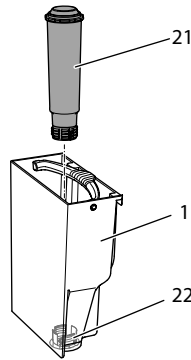

Fig. 15: Enroscar/denroscar el filtro de agua
- Retire el filtro de agua (véase Fig. 15 en la página 151).
9. Coloque un filtro nuevo dentro del depósito de agua (véase *Fig. 15*).
3. Retire el filtro de agua (véase *Fig. 15*).